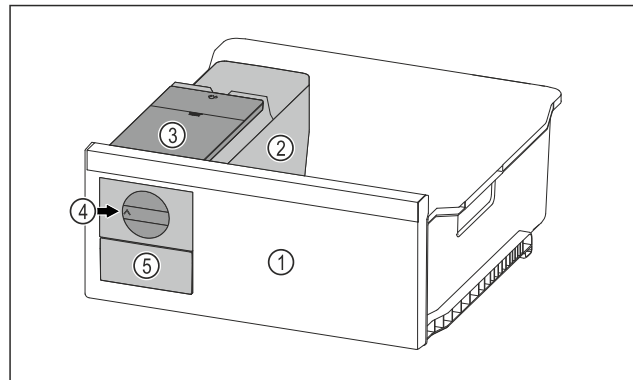

Fig. 74 Ілюстративне зображення
- ▶ Поворотну ручку Fig. 74 (4) повернути за годинниковою стрілкою до упору.
- ▷ Кубики льоду випадають із ванночки для кубиків льоду у висувний ящик для кубиків льоду Fig. 74 (5). Якщо не всі кубики льоду виймаються з ванночки для кубиків льоду: